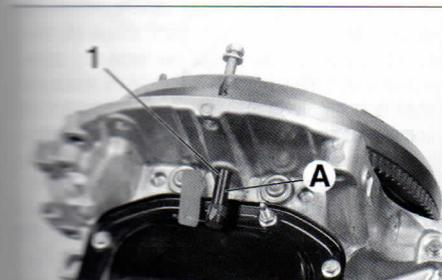
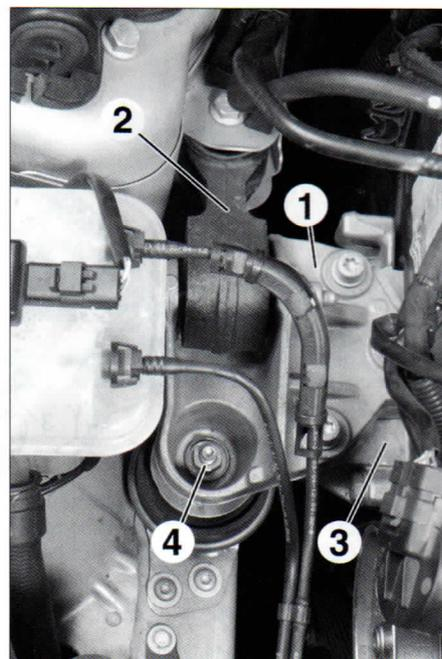

FIG.3
FIG.7
- inmovilizar el volante motor con un útil apropiado o del útil PSA 0194-C (A) (**fig. 3**) colocado en el taladro (1).
- Desmontar el tornillo de la escuadra anti-decalado (1).
- Desmontar el útil (A) (**fig. 3**).
- Desmontar el conjunto soporte motor (1) y bieleta de reacción (2), y el soporte motor intermedio derecho (3) (**fig. 7**).
- el soporte motor intermedio derecho (3) (**fig. 7**) y apretar a 5,5 mdaN.
- el soporte motor derecho (1) y apretar a 6 mdaN.
- reapretar la tuerca (4) a 4,5 mdaN.
- reapretar los tornillos (2) a 6 mdaN.
- el pasador de volante motor (A) (**fig. 3**).